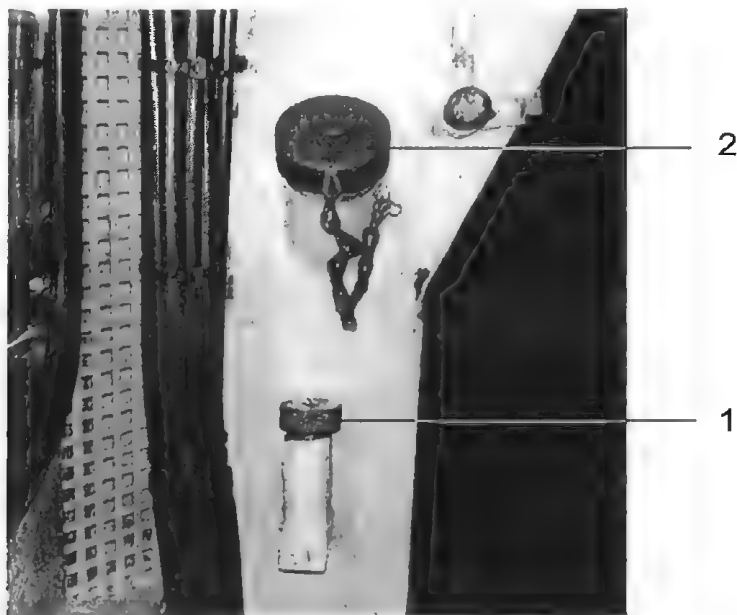

Bild 5-6 / Peilstab/Einfüllstutzen Ölbadluftfilter
- Ölstand der Ölbadluftfilter auf beiden Seiten der Lok mittels Peilstab (Bild 5-6 / Pos.1) überprüfen.
- Bei Bedarf auffüllen (Einfüllstutzen Bild 5-6 / Pos.2)